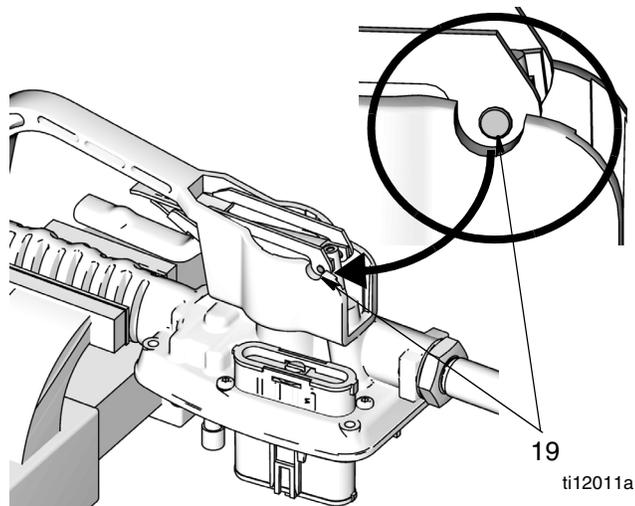
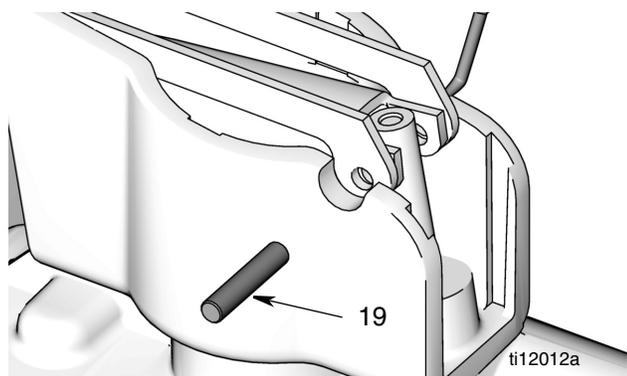

图 38
图 39
10. 将流量计放在老虎钳中，如图 38 所示。使用套件（2）中的新解扣杆或非金属杆或定位销将解扣杆推入流量计外壳（图 38 和图 39）足够远的距离，使其触及到将解扣杆和扳机固定在一起的销钉（19）。
11. 用尖头针将销钉（19）推出（图 39）。